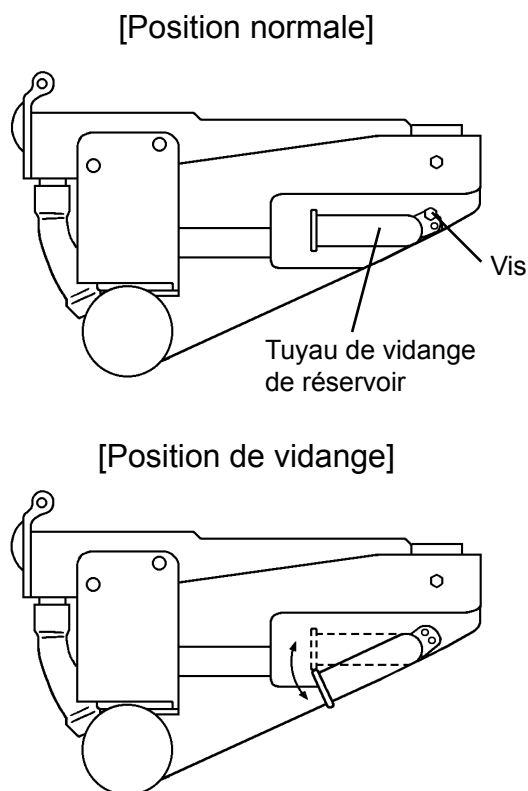

Fig. 2
- 4) Mettre le tuyau de vidange du réservoir d'eau en position de vidange. Voir fig. 2.